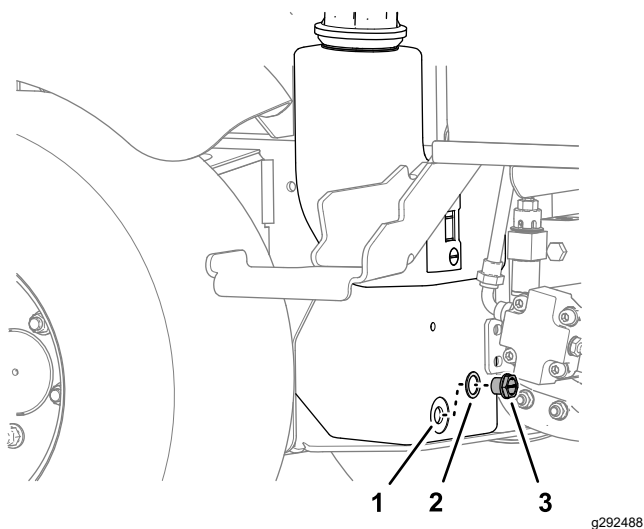

Figure 74
3. Placez un bac de vidange sous le réservoir hydraulique, retirez le bouchon de vidange du réservoir et vidangez tout le liquide hydraulique (Figure 74).